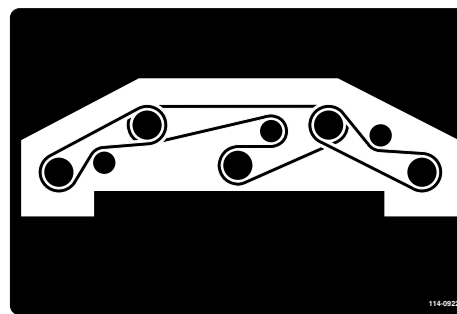

Figure 82
6. Acheminez la courroie neuve autour des poulies d'axe et de l'ensemble poulie de tension, comme indiqué à la Figure 82.